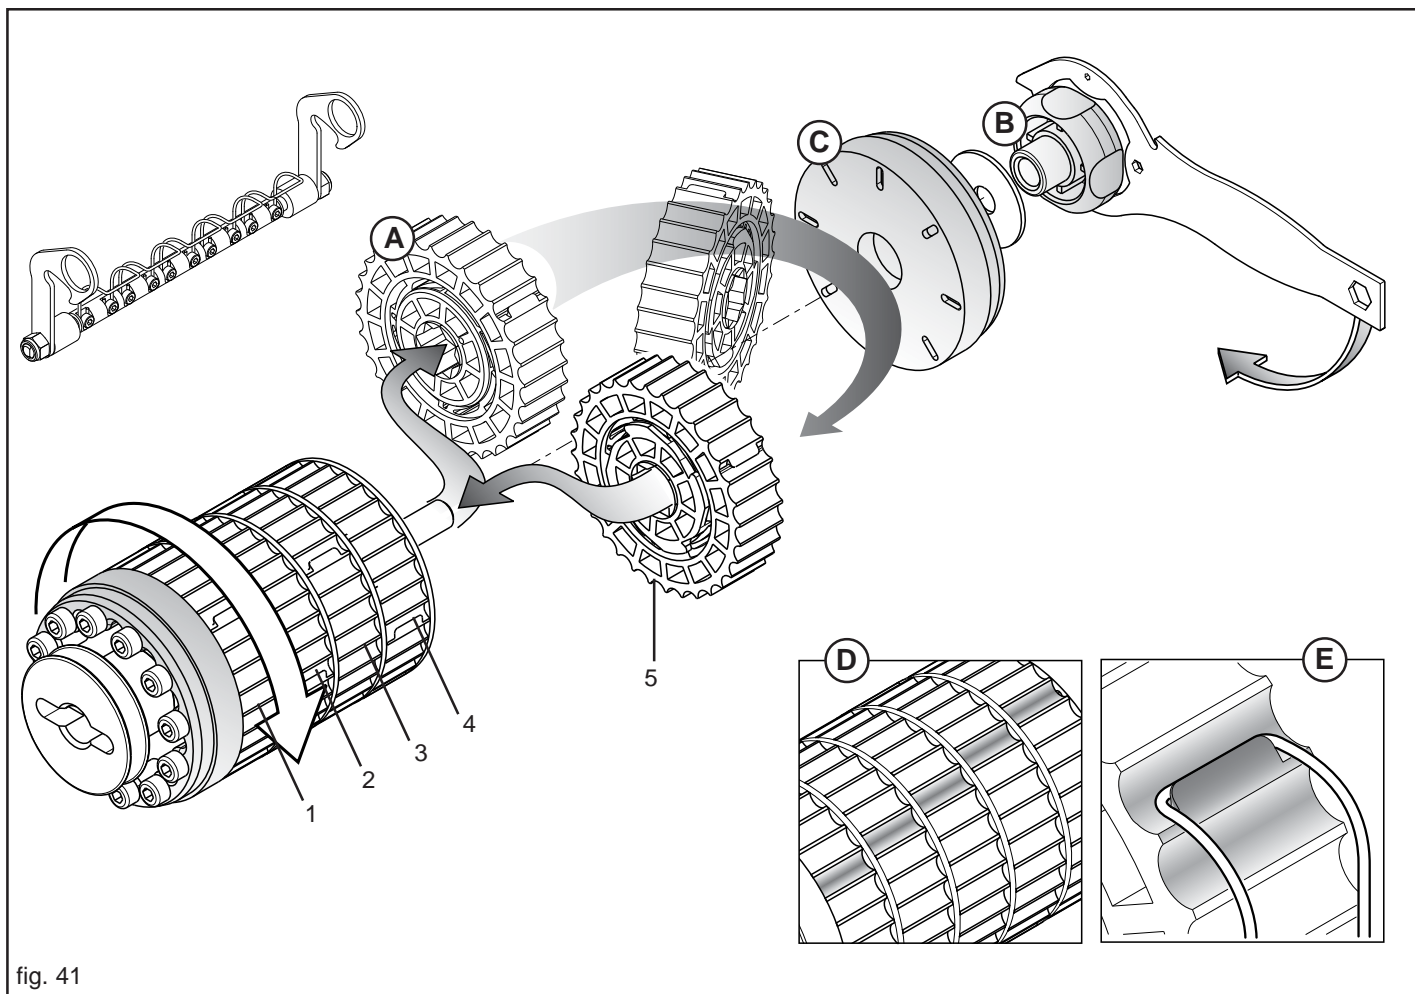

fig. 41
Dit d'abord que chaque secteur (A, Fig. 41) il distribue le 20% de produit de l'entier roulement distributif, est possible augmenter les secteurs en travail et réduire la vitesse de rotation de la boîte de vitesse, en obtenant une distribution homogène.
Après avoir démonté le roulement de dosage de l'équipement, utiliser la clé en dotation pour dévisser la pommelle (B, Fig. 41) et enlever l'embout de blocage (C). Ôter le secteur ou les secteurs à activer et monter renversés de 180° en **respectant les positions** (1-2-3-4-5, Fig. 41).
Pour monter les secteurs, faire de façon que en conditions de travail ceux actifs présentent les gorges distributives ne soit pas alignées (D, Fig. 41), pour garantir continuité à la distribution.
Bloquer l'élément nettoyant dans la position de travail, en vérifiant que les ressorts crochètent les respectifs secteurs exclus (E, Fig. 41) en bloquant la rotation et donc la distribution.